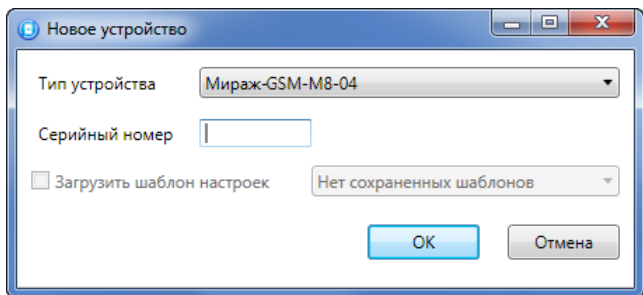

Рис. 4.11. Окно *Новое устройство*
2. В открывшемся окне *Новое устройство* (Рис. 4.11) выполните следующие действия: